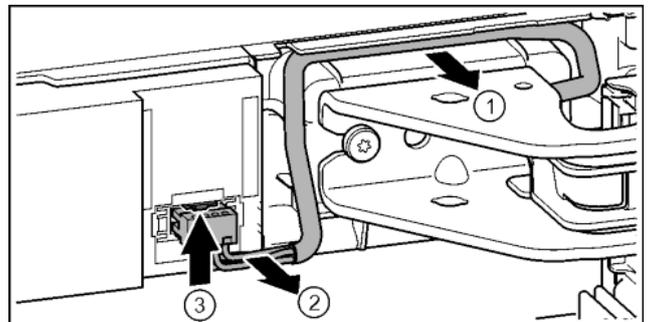

Fig. 18
► Обережно від'єднайте кабель над опорним кронштейном від направляючої. Fig. 18 (1)
► Обережно витягніть жили кабелю із каналу. Fig. 18 (2)
► Притисніть з'єднувальну накладку догори та обережно витягніть штекер. Fig. 18 (3)